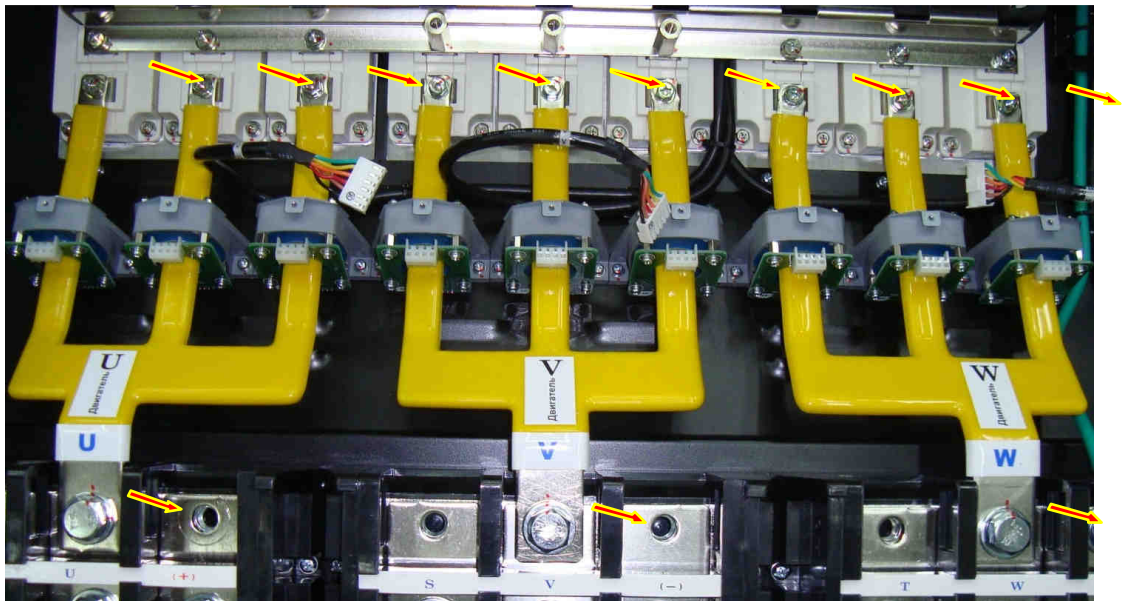

Рис. 6.14.
6.9.4. Демонтировать выходные шины U, V, W, выкрутив 9 винтов крепления к модулям IGBT 3 болта силовой клеммной колодки (рис. 6.14). Положить винты, болты, шины в тару.